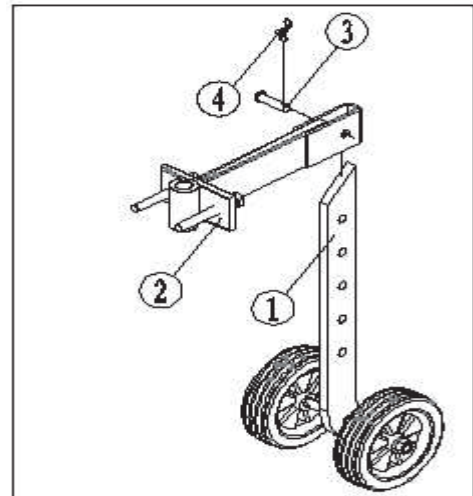

РИС.5
Разместите сошник с колесами ① под сцепкой для крепления сошника ② как показано на рис. 5. Удалите штифт ④ и шпильку ③ из сцепки, вставьте сошник ① и зафиксируйте его в сцепке ②, используя штифт ③ и шпильку ④.